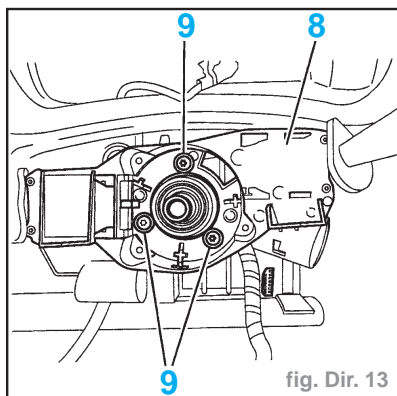

fig. Dir. 13
- Déposer (fig. Dir. 13) :
- les vis (9)
- le support combinateur (8)